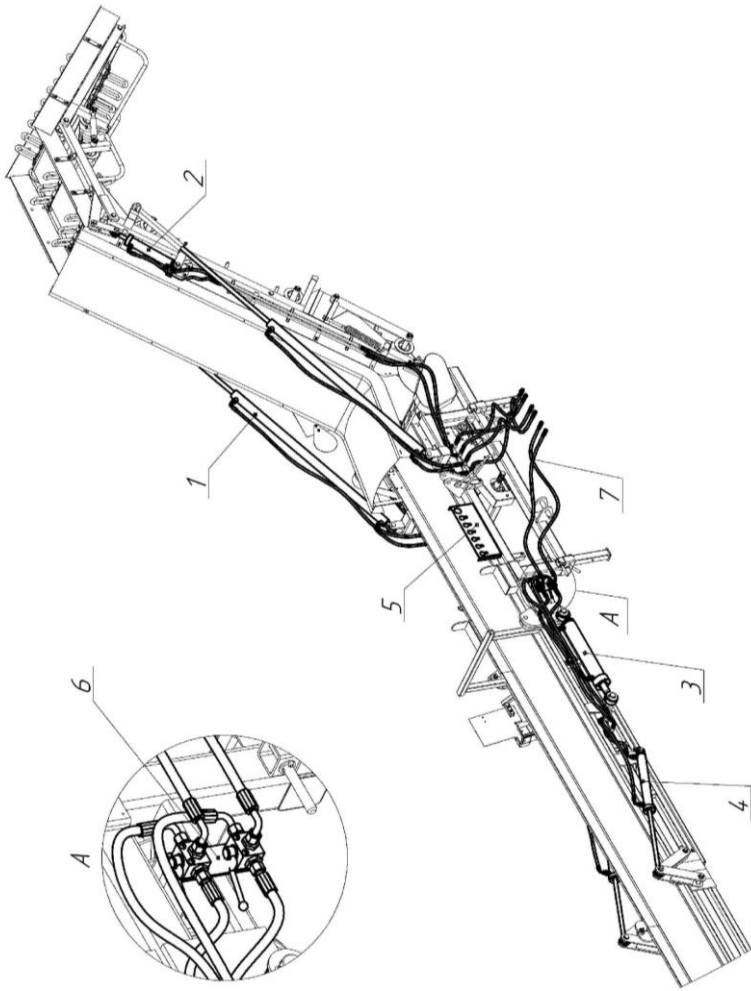

Рисунок 6 – Гидросистема ТПУ-1
3.7 Гидросистема (рисунок 6,7) предназначена для перевода транспортера из рабочего положения в транспортное и обратно, а также для регулировки положения выгрузного транспортера. трактор.